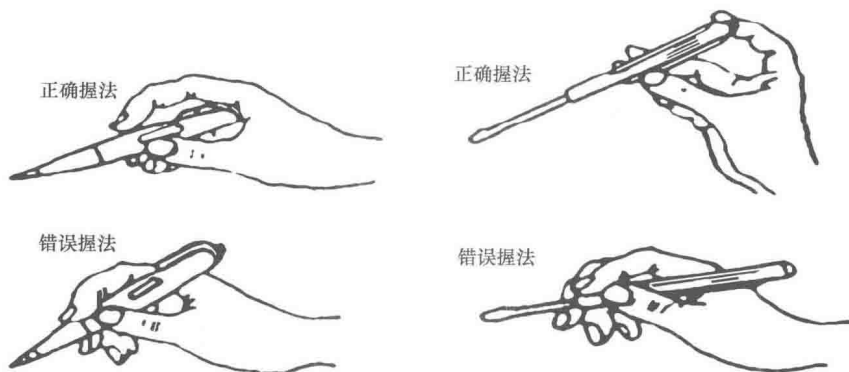

图 1-9 验电笔的使用方法
(3) 验电笔的使用方法 螺钉旋具式验电笔的使用方式为手指触及笔尾金属体，氖管小窗朝向操作者，如图 1-9 所示，检测电压的范围为 60 ~ 500V。